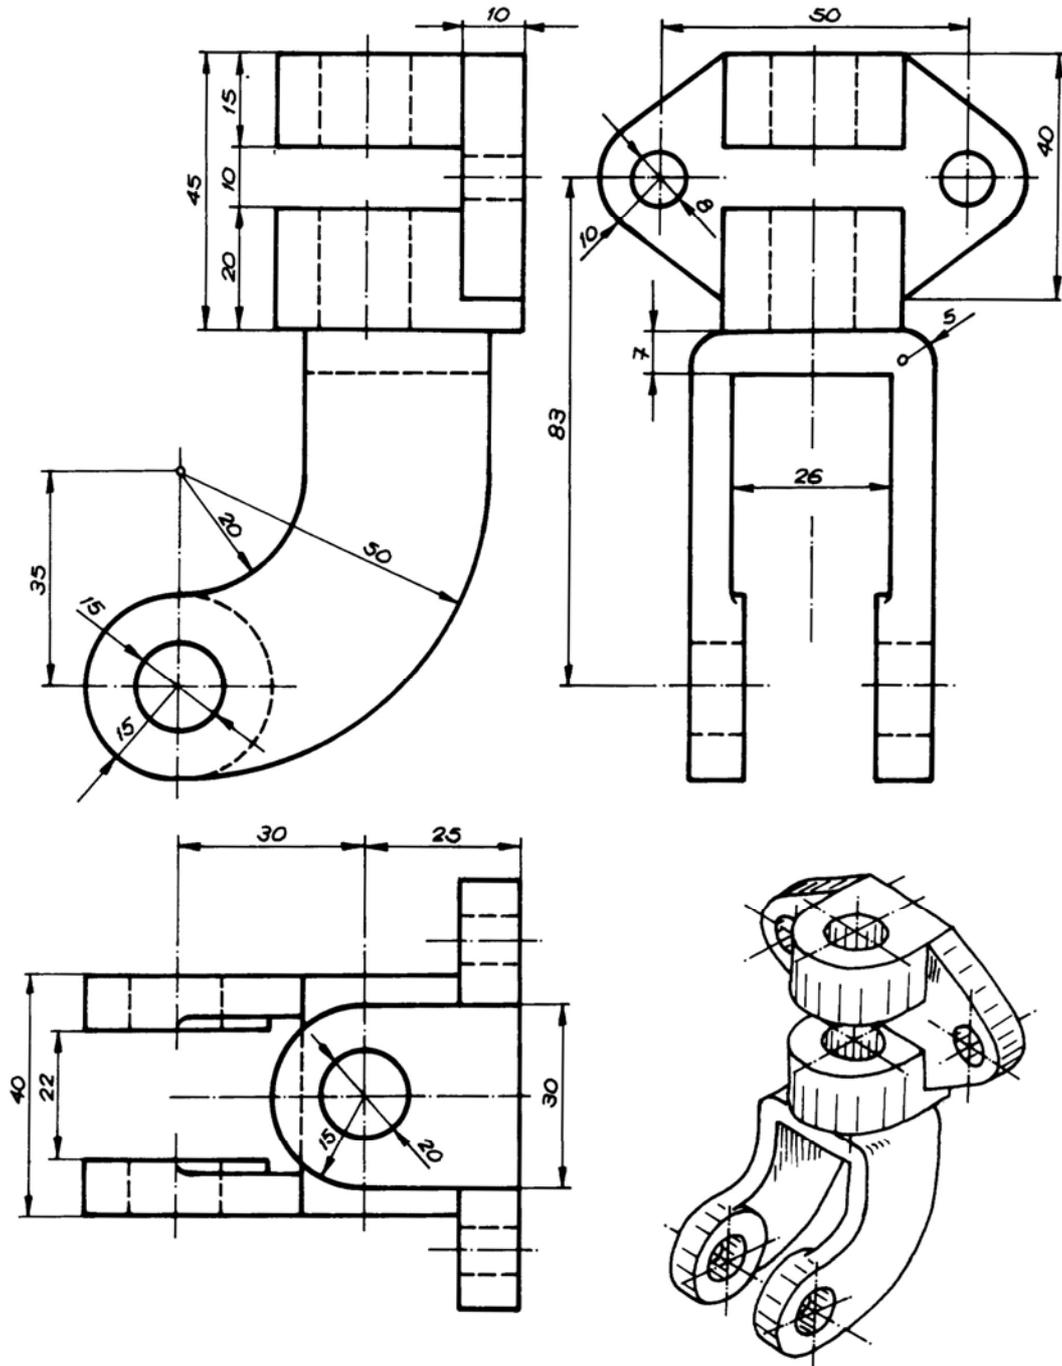

Figura 1. Vistas correspondientes a la pieza del ejercicio 1
1. Dada la perspectiva convencional de una pieza (Figura 1), determinar las vistas mínimas necesarias (con las secciones y convencionalismos que sean necesarios) para definirla de acuerdo con normas. Acotarla posteriormente sin consignación de cifras. Trabajar a mano alzada (4 puntos).